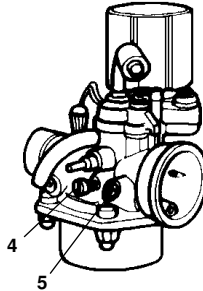

Fig. 41
- Intervenire poi con un giravite sulla vite di registro (4 - Fig. 41) tarando il minimo 1900 ± 100 giri ~.
- Turn the adjuster screw (4 - Fig. 41) in the carburetor as required (RPM: 1.900 +/- 100).